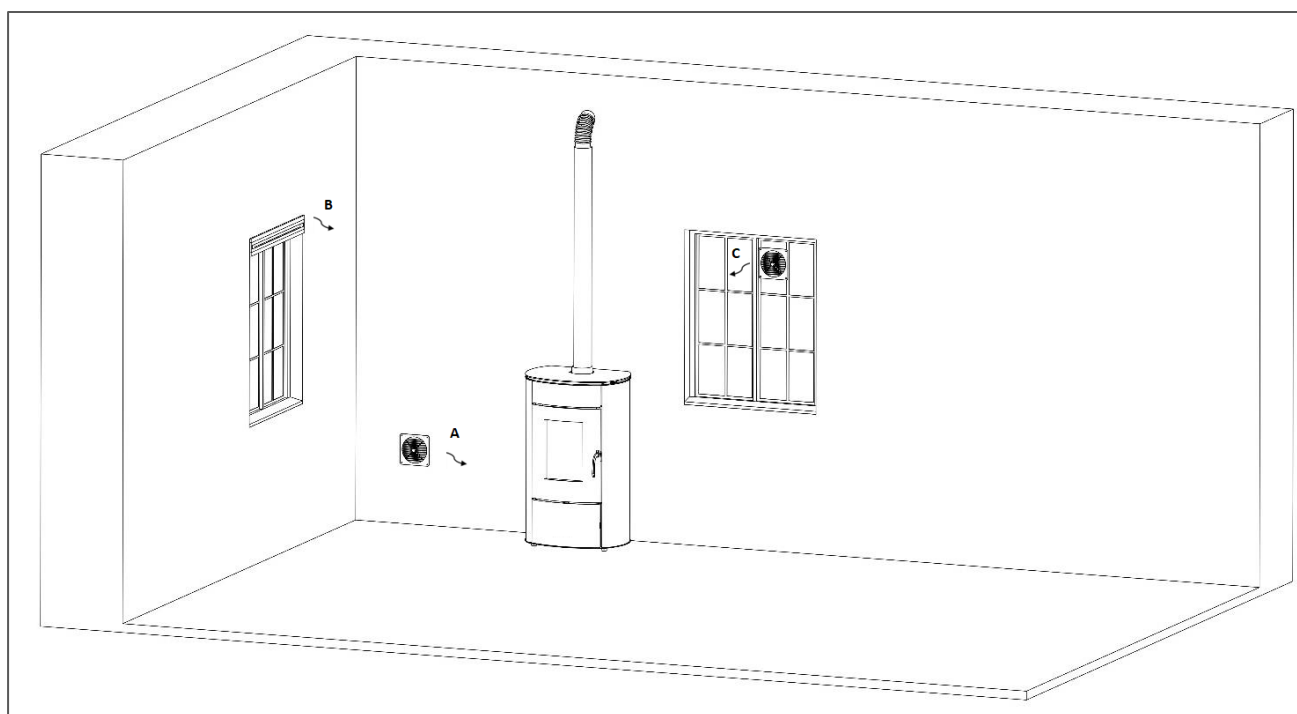

Figura 2
2. Para os casos anteriores, o local onde está instalada a cozinha deve ser ventilado continuamente. Ver figura 2 (B e C).
3. Recomenda-se que a abertura do ar de combustão para a cozinha esteja localizada na parte inferior do ambiente ao lado da cozinha. Veja a figura 2 (A)